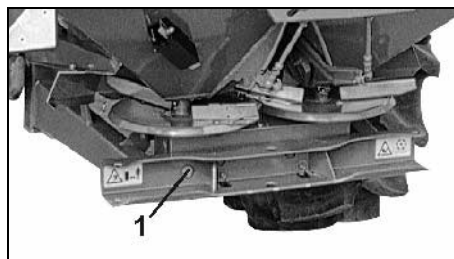

Fig. 56
Växellådan på maskinen är normalt sett underhållsfria. Från fabrik är växellådan fylld till rätt nivå med växellådsolja. **Oljenivån måste vara synlig i siktglaset** (Fig. 56/1) Efterfyllning behöver normalt sett inte ske.
- skruva av siktglaset (Fig. 56/1) herausschrauben,
- montera siktglaset ((Fig. 56/1) wieder einschrauben.